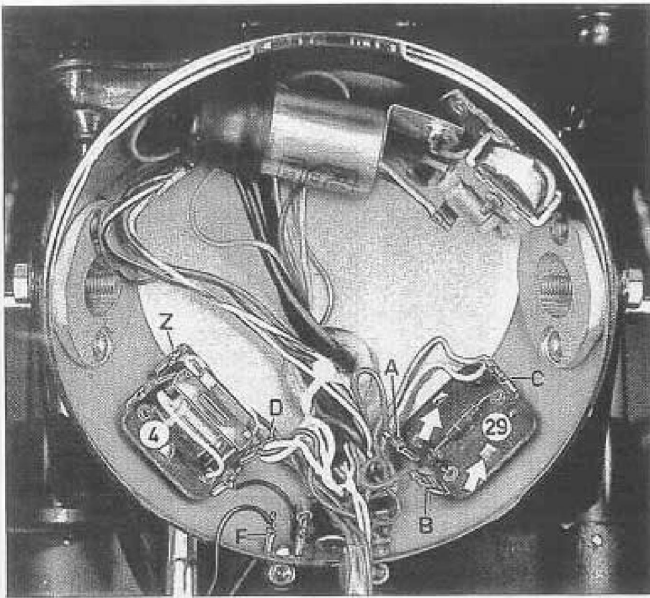
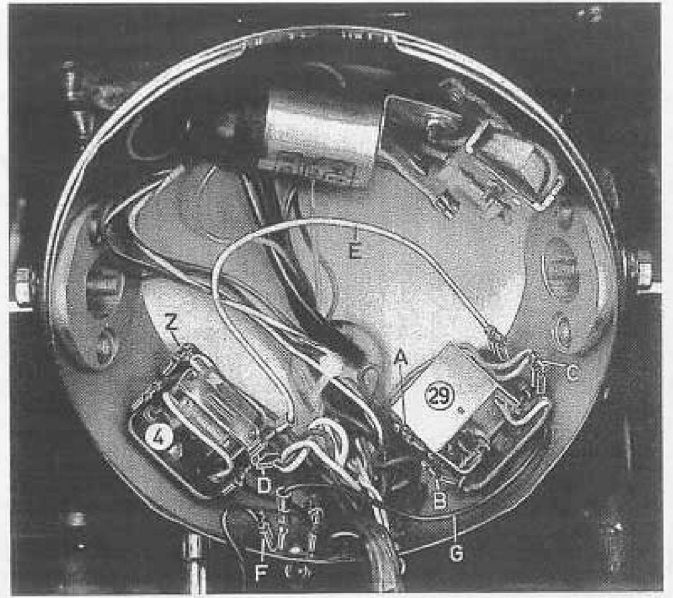

Fig. 117
Fig. 118
- distaccare il dispositivo 29, i 2 faston A e B dei due fili Verdi ed il Faston C dei due fili Viola ed Azzurro collegati assieme (vedi schemi elettrici e fig. 117).
- raddrizzare con le pinze le due lamelle di fissaggio indicate con le frecce e smontare il dispositivo 29 che non verrà più utilizzato (vedi fig. 117).
- montare il nuovo relais ns./cod. 0960.38.223 al posto del dispositivo 29, fissarlo ripiegando le due lamelle sopra citate (vedi fig. 118).
- distaccare dal relais 4 (vedi fig. 117) il faston con i tre fili (Bianco, Giallo e Marrone, collegati assieme) e collegare a questo punto D il filo bianco E che viene dal nuovo relais 29 (vedi fig. 118).
- ATTENZIONE!** Nelle moto in cui i 3 fili (Bianco, Giallo e Marrone) sono collegati al punto Z anziché al punto D (vedi fig. 118) agire esattamente come descritto al paragrafo f, collegando al punto Z il filo bianco ed i relativi tre fili precedentemente distaccati.
- from transducers 29, disconnect the two lucars A and B of the two Green wires and the lucar C of the two Violet and Blue wires connected altogether (see the electric schemes and fig. 117).
- straighten with pliers the two fixing strips shown by the arrows and remove transducers 29, to be no more utilised (see fig. 117).
- fit the new relay code no. 0960.38.223 in place of transducer 29, fix it bending the two above strips (see fig. 118).
- disconnect from relay 4 (see fig. 117) the lucar with the wires (White, Yellow and Brown connected altogether) and connect to this position D the White wire E coming from new relay 29 (see fig. no. 118). The detached lucar must be connected to the same terminal by means of the double lucar connected to the White wire E.
- BEWARE!** In the motorcycles where the three wires (White, Yellow and Brown) are connected to the position Z rather than position D (see fig. 118) act exactly as described at paragraph f, connecting at position Z the White wire and the three wires previously detached.
- g) collegare il faston con due fili Viola ed Azzurro al morsetto C del nuovo relais 29 (vedi fig. 118).
- h) staccare dalla massa del faro il faston col filo Nero F (vedi fig. 117) e collegare il filo Nero G del nuovo relais. Al doppio faston di questo filo Nero G (vedi fig. 118) dovrà essere collegato il filo Nero F distaccato in precedenza.
- g) connect the lucar with the two Violet and Blue wires to the terminal C of the new relay 29 (see fig. 118).
- h) disconnect the lucar with Black wire F (see fig. 117) from the headlight mass and connect the Black wire G of the new relay. The double lucar of this Black wire G (see fig. 118) must be connected to the Black wire F previously detached.